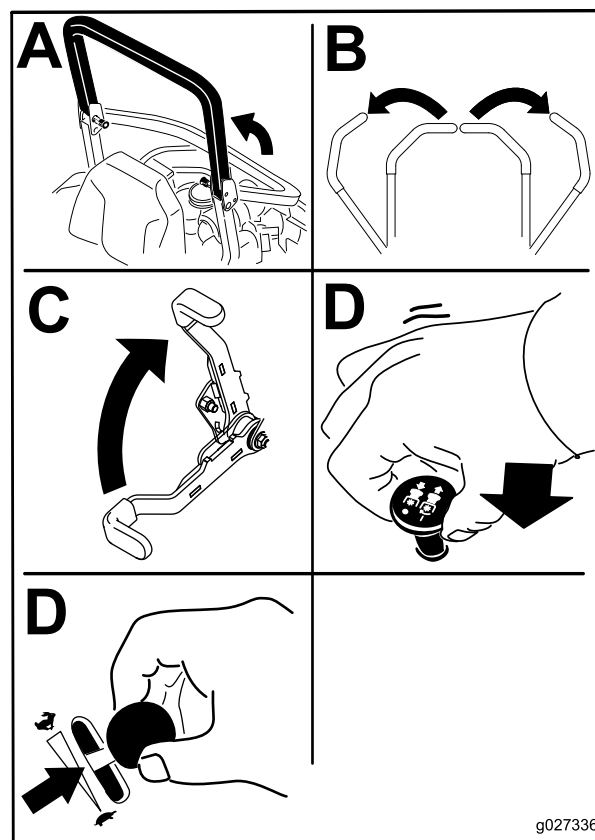

Figure 19
4. Placez la commande des lames (PDF) en position désengagée (Figure 19).